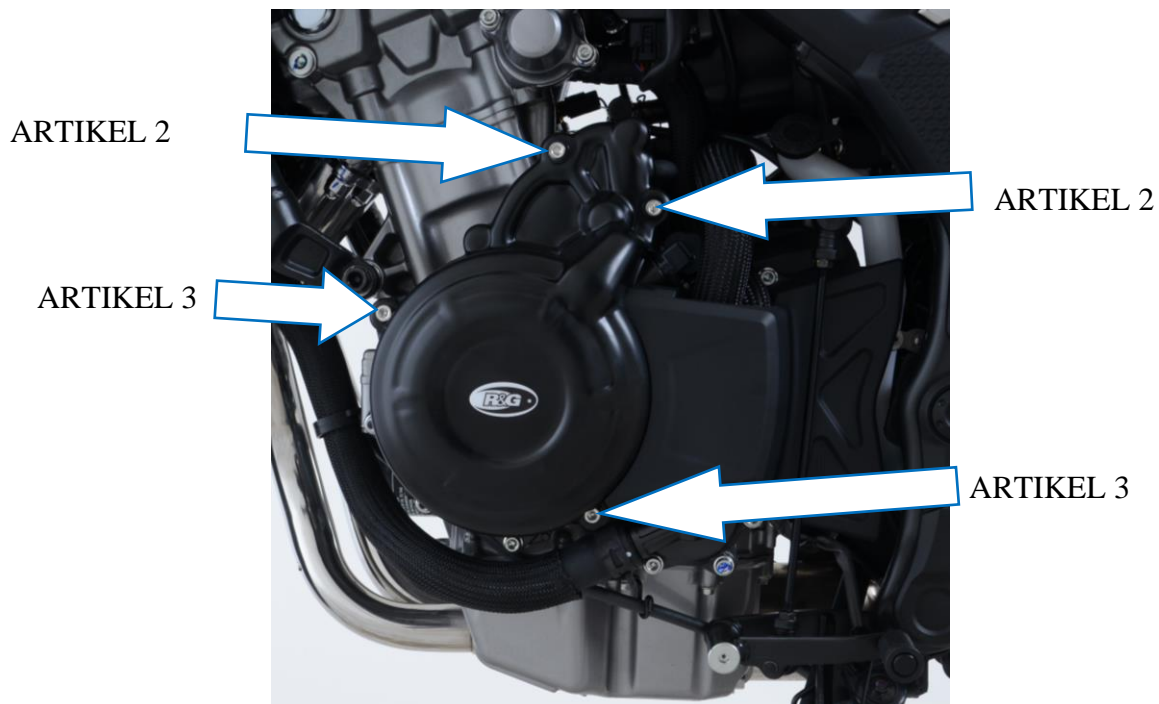

ABBILDUNG 1
- Entfernen Sie die vier Schrauben, die in der Abbildung 1 abgebildet sind. Um die richtigen Schrauben identifizieren zu können, halten Sie die Abdeckung an das Gehäuse. **ENTFERNEN SIE NICHT ALLE SCHRAUBEN AM MOTORGEHÄUSE.**
- Die Schrauben wie vorgegeben (siehe Abbildung 1) durch die Abdeckung in das Motorgehäuse einführen.